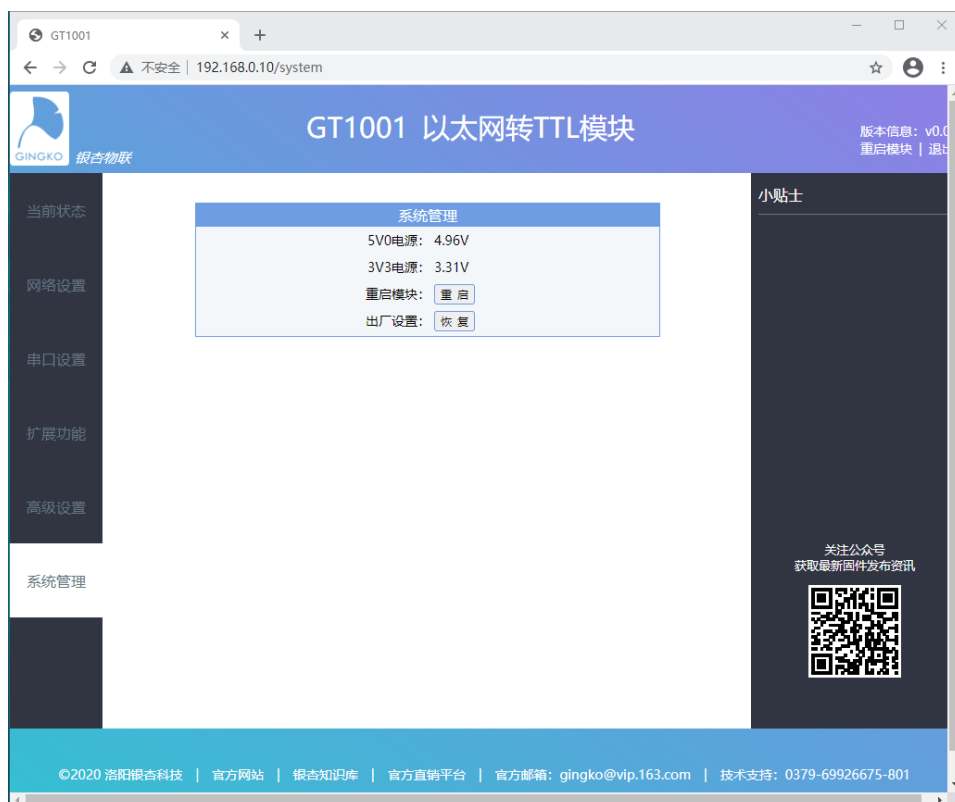

图 7-5 系统参数设置与查询
(5) 在“系统管理”项中可查询电压监控信息，并可进行重启和恢复出厂设置，如图 7-5 所示。